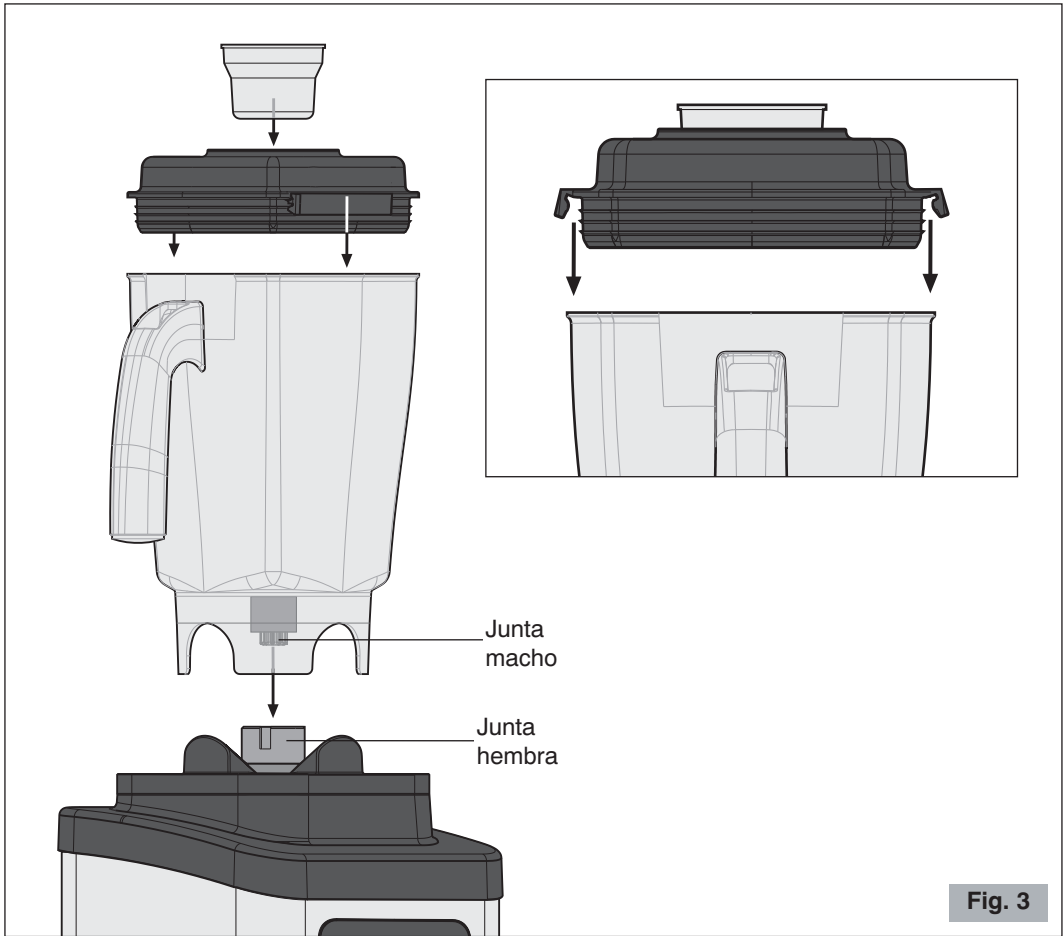

Fig. 3
- 3 Introducir la tapa en el contenedor presionando sobre los ganchos de cierre (véase Fig. 3).